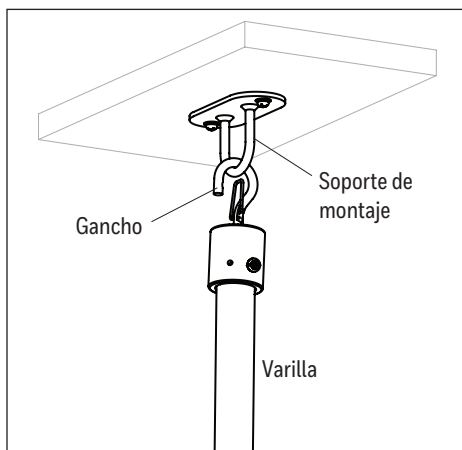

Figura 1.4
4. Cuelgue el gancho en el soporte de montaje (Figura 1.4).